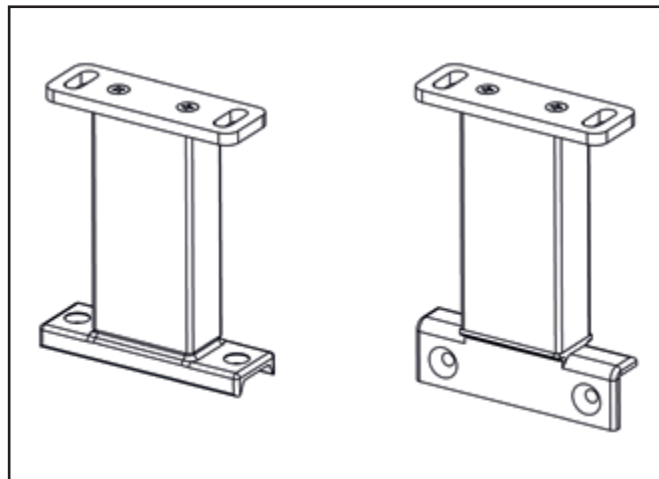

Abb. 11 : Abstandhalter
* Der Abstand zwischen der Führungsschiene und den Glasprofilen kann mit Hilfe von Abstandhalter vergrößert werden. (siehe hierzu Abb. 11)